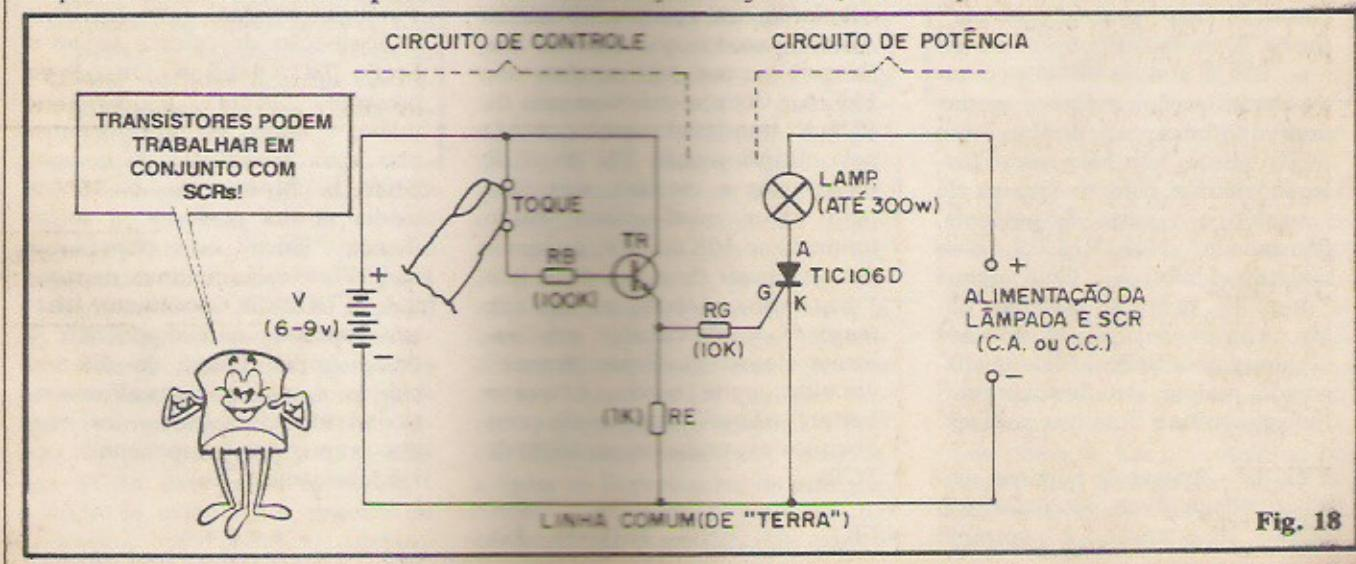

Fig. 18
- FIG. 18 - Só pelos exemplos/diagramas até agora mostrados, já deve ter dado para o Leitor/“Aluno” perceber que os SCRs podem trabalhar sob amplas gamas de Tensões e Correntes, alimentados desde por simples conjuntos de pilhas (baixas tensões CC) até diretamente pela CA domiciliar (altas - relativamente - tensões CA...). Mais adiante falaremos sobre os PARÂMETROS e LIMITES dos SCRs... Por enquanto, vale ressaltar que a boa sensibilidade de gate dos SCRs permite, facilmente, o comando do disparo através de um circuito com-